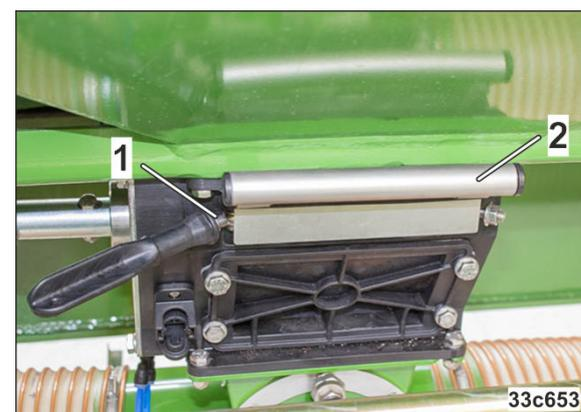

Рис. 152
3. Отклоните болты (Рис. 152/1).
4. Задвиньте заслонку (Рис. 152/2) до упора в дозатор.